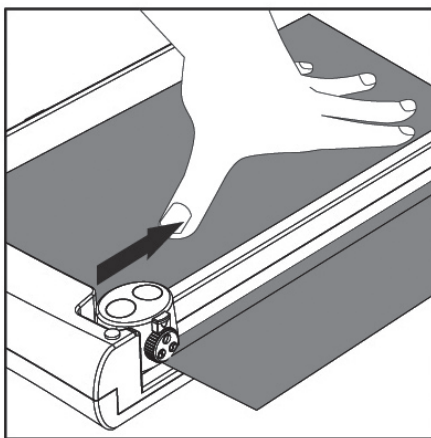

fig. 4
- Pressez le matériau à couper avec une main. Abaissez la tête porte-lame avec l'autre main, en faisant glisser la lame du côté du rail de guidage (cf. figure 4).